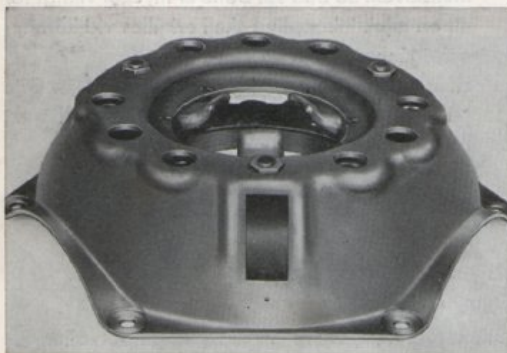
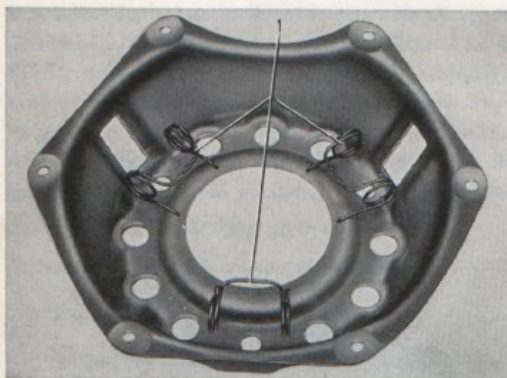

Bild 15. Sammärkning av kopplingskåpa och tryckplatta
Bild 24. Montering av fjädrar
1. Märk upp kopplingen enligt bild 15 om detta ej är gjort tidigare.
5. Se till att de tre fjädrarna (1 bild 24) för kopplingshävarmarna sitter på sina platser och lägg kopplingsplåtkåpan ovanpå de sex tryckfjädrarna i det läge som tidigare uppmärkts, bild 15.